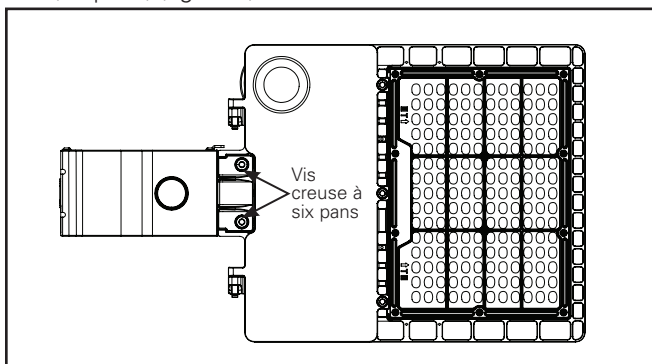

Figure 9.
- Acheminez les fils du luminaire dans le bras de montage sur poteau et faites glisser le luminaire sur le bras de montage sur poteau. Serrez fermement avec deux vis hexagonales. Serrez à un couple de 3,4 Nm (30 po-lb) (figure 9).